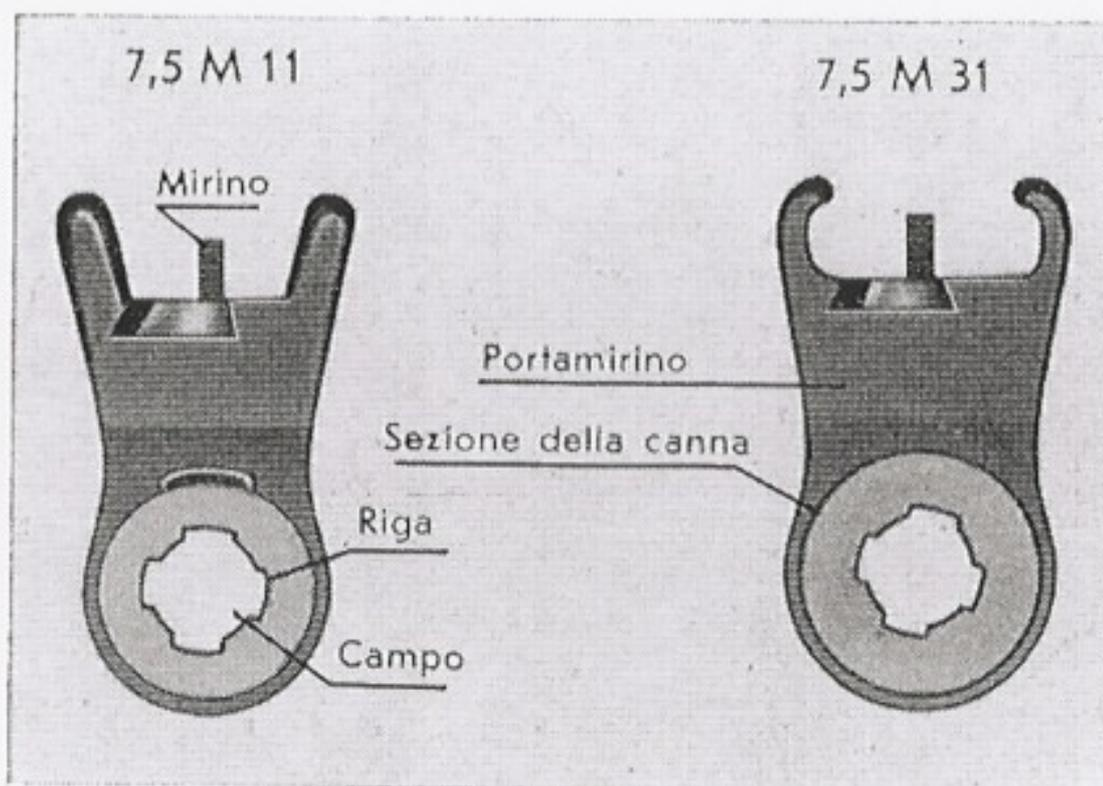

Fig. 2.
**8.** La cartuccia s'accende nella canna (fig: 2 e 3) la quale a sua volta imprime la direzione al proiettile. Davanti abbiamo la bocca della canna, di dietro si trova invece la camera delle cartucce.